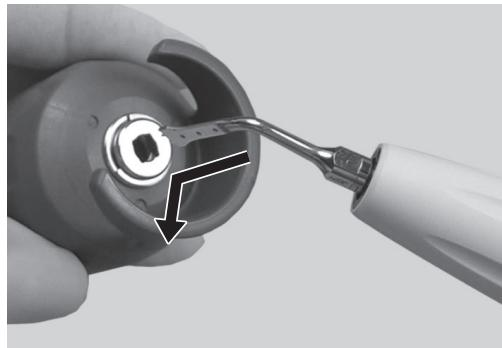

Fig. 16
- 2) Aline a forma quadrangular da ponta com o orifício da chave respetiva. Introduza a ponta no orifício (Fig. 16).